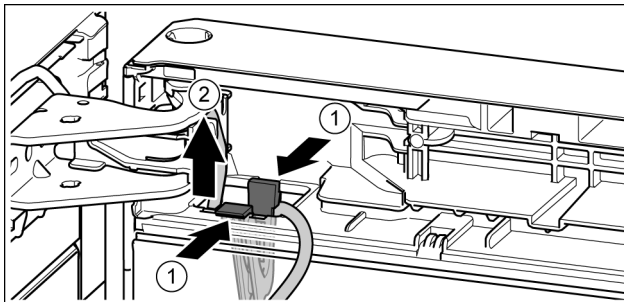

Fig. 25
- Lasche drücken. *Fig. 25 (1)*
- Kabelhalter mit daran befestigtem Kabel herausziehen. *Fig. 25 (2)*